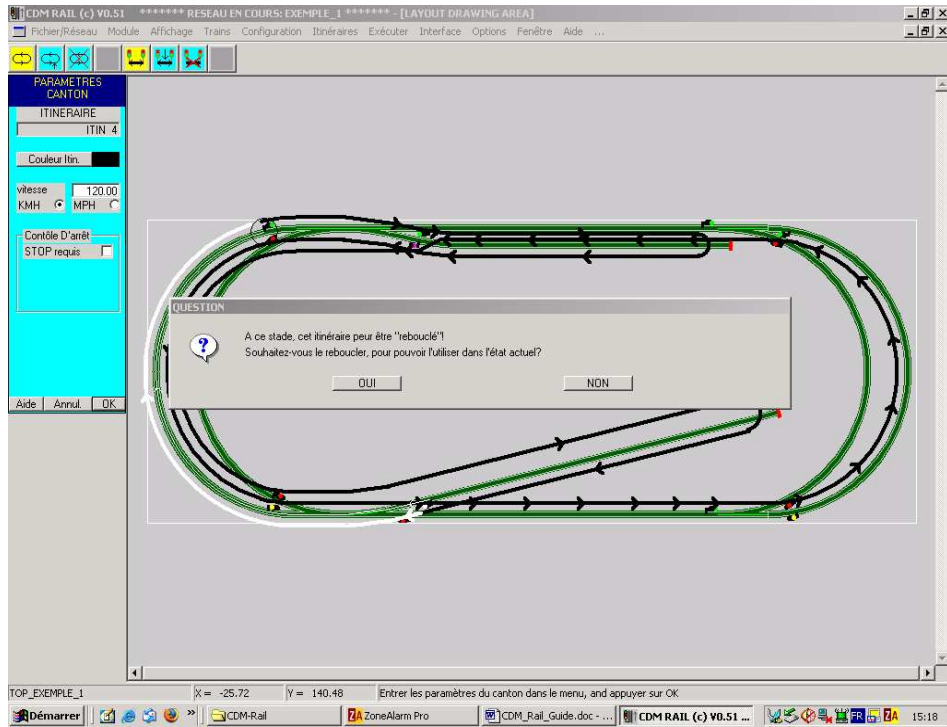

Figure 7-17 Après retour de la deuxième voie de garage: rebouclage final.
- **Figure 7-17:** retour de la voie de garage du bas, et rebouclage de l'itinéraire.